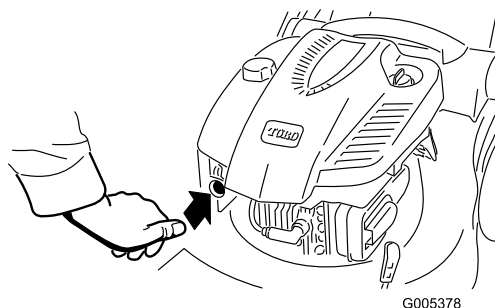

Рисунок 12
1. Резко нажмите 3 раза кнопку заливного насоса большим пальцем, каждый раз на секунду удерживая ее в нажатом состоянии перед отпусканием (Рисунок 12).